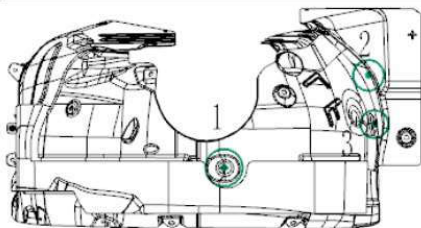

图 4-1-1 前轮挡泥板安装示意图
- (1) 安装顺序按照下图 4-1-1 所示要求执行，先用子母扣定位，再用塑料螺母进行局部固定，然后其余孔依次用子母扣、塑料螺母及螺钉打紧即可（可参考拆卸步骤）；